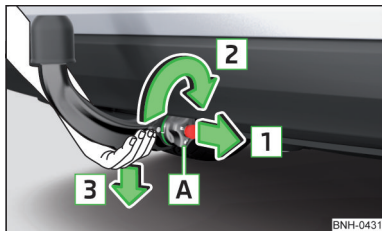

Abb. 226
- Die Kugelstange **von unten** fassen » Abb. 226.